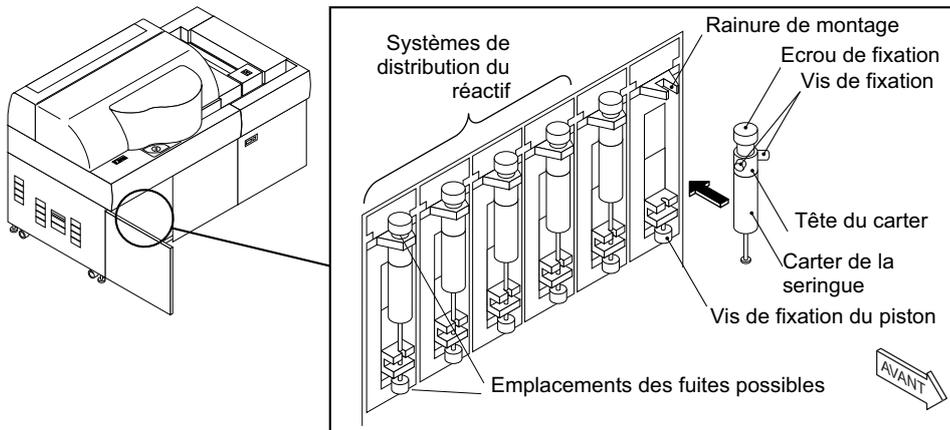

Figure 5-3 : Vérification de l'absence de fuite
- 1 Ouvrez la trappe droite à l'avant du système (voir Figure 5-3).